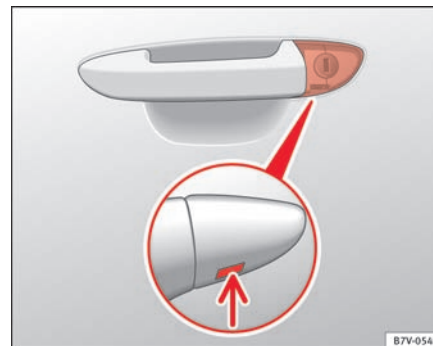

Fig. 185 Dørhåndtag på førerdøren: skjult låsecylinder
- Sæt nøglekammen nedefra og ind i afdæknings åbning ⇒ Fig. 185 (pil) på førerdørens dørhåndtag, og løft afdækningen af nedefra og opad.